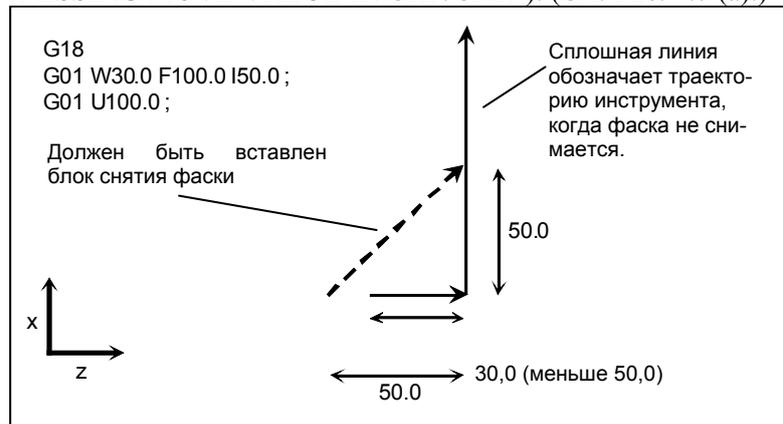

Рис. 4.7 (а) Пример обработки, вызывающей сигнал тревоги PS0055
- 7) Расстояние перемещения по оси задано в блоке, содержащем снятие фаски или скругление углов R, задается меньшим, чем величина снятия фаски или скругления углов R (сигнал тревоги PS0055, "MISSING MOVE VALUE IN CHF/CNR"). (См. Рис. 4.7 (а).)